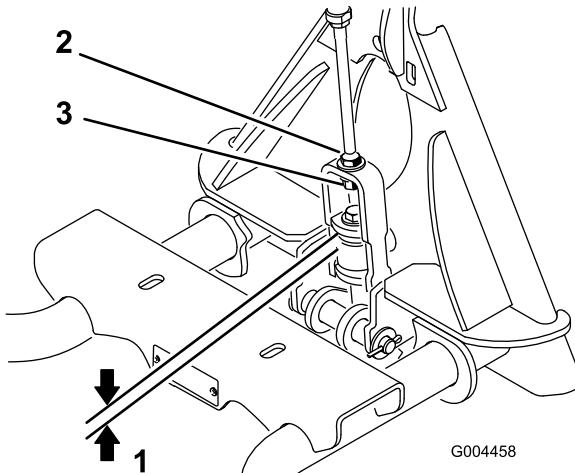

図 7
2. 図 7に示すように、上面のワッシャからアタッチメント・アダプタのリンク・アセンブリのスペーサまでの距離を測る。
注 ワッシャとショルダ（肩）とのすき間が $1.5 \sim 2.0 \text{ mm}$ あれば適正です（図 7）。
3. すきまの大きさが適正でない場合は、リンク・アセンブリについているジャム・ナットをゆるめ、調整ナットを締め方向またはゆるめ方向に回してすきまを調整する（図 7）。